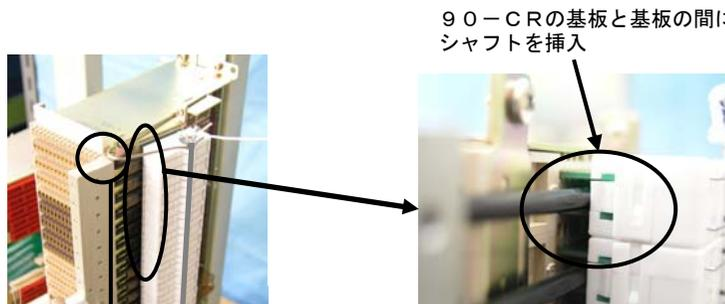

図 13
- 1) アース棒の片側のクランプバーを取り外し、一括外し工具を図13～図15のようにセットします。